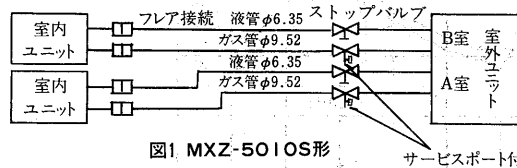

図1 MXZ-5010S形 サービスポート付
- 冷媒配管は図1～3のように室内ユニット、室外ユニットの接続部間をフレア接続します。